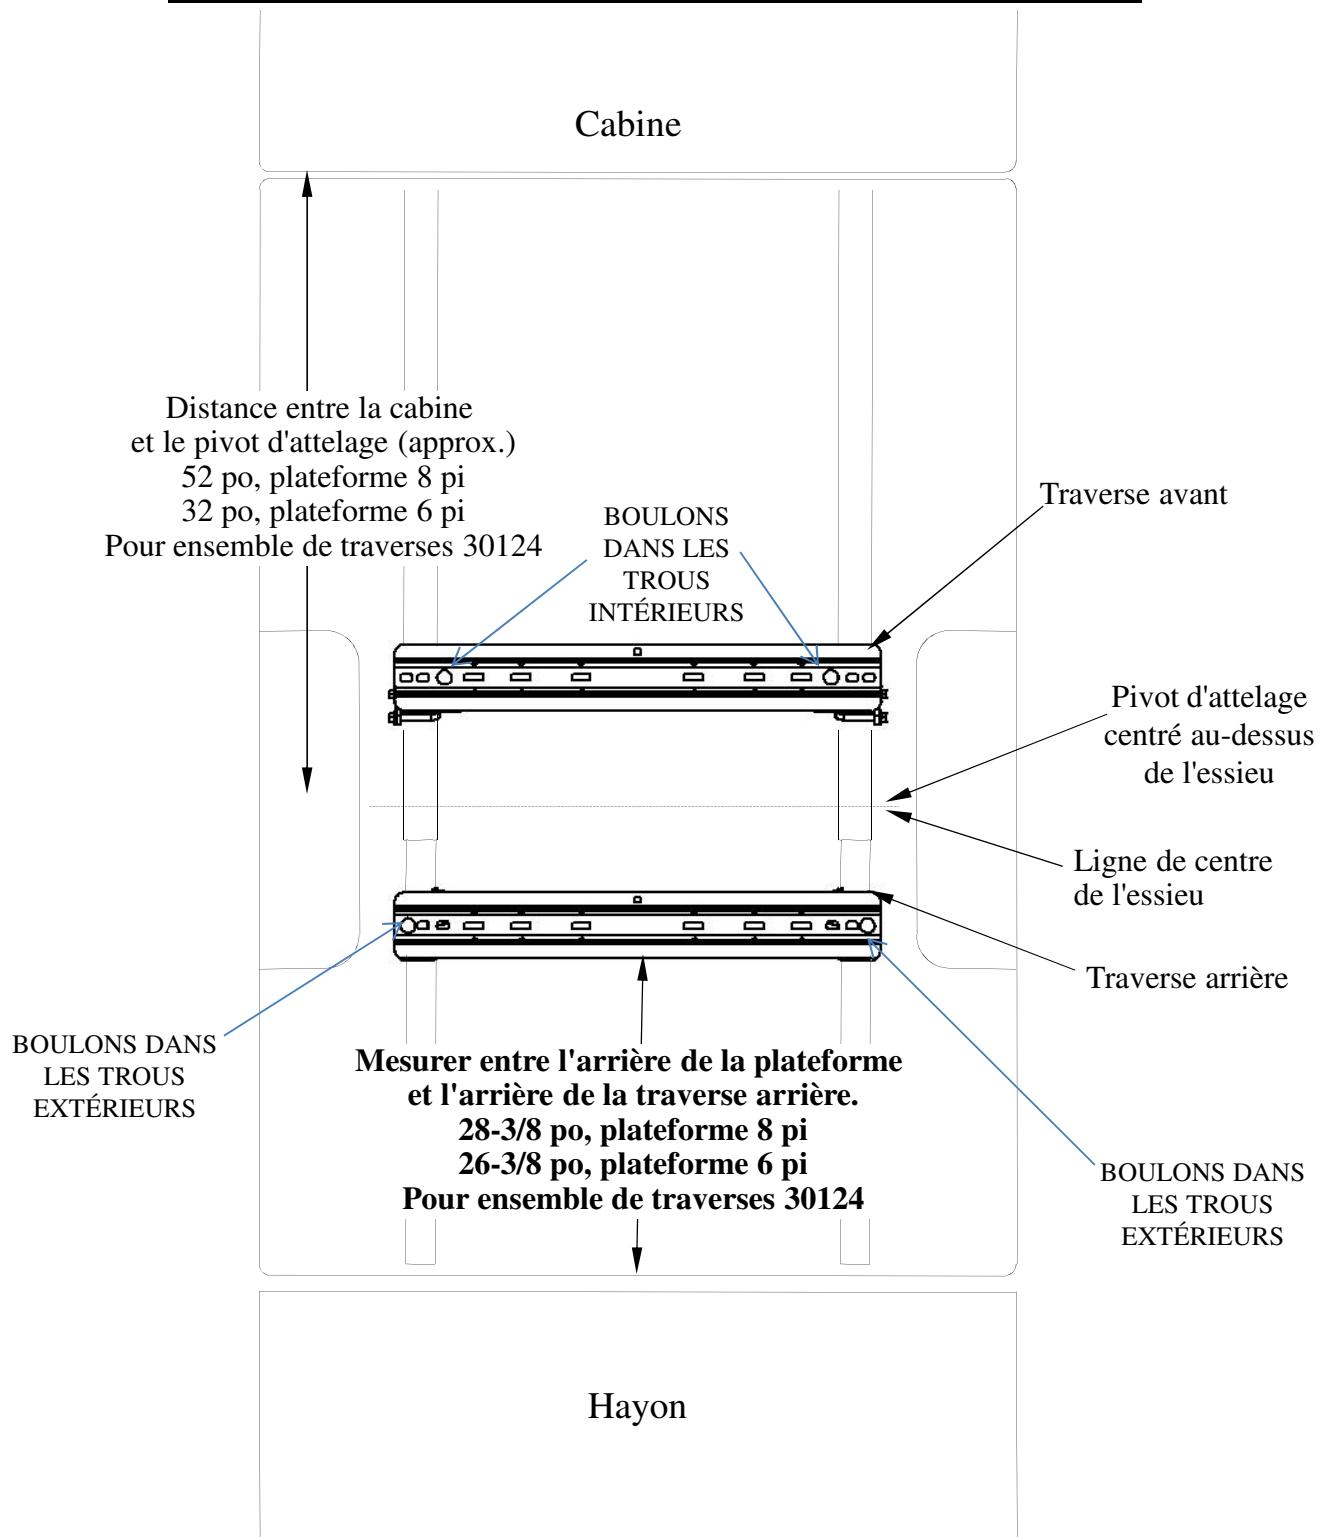

Figure 6
25. Placer la traverse de montage arrière dans la caisse de la camionnette. À l'aide du ruban à mesurer, centrer la traverse entre les joints de soudure sur la longueur du plancher de caisse, et déterminer la distance appropriée à partir du bord arrière de la caisse, comme illustré à la Figure 6 de la page 29.
26. Marquer l'emplacement des trous à l'aide d'un pointeau, comme illustré à la Figure 6. Écarter la traverse et percer chaque marque à l'aide d'une mèche 1/8 po. Les trous de la traverse arrière doivent passer à travers le support de plateforme. **AVERTISSEMENT : Lors du perçage, veiller à ne pas endommager les composants du véhicule et à prendre les mesures de protection nécessaires.**